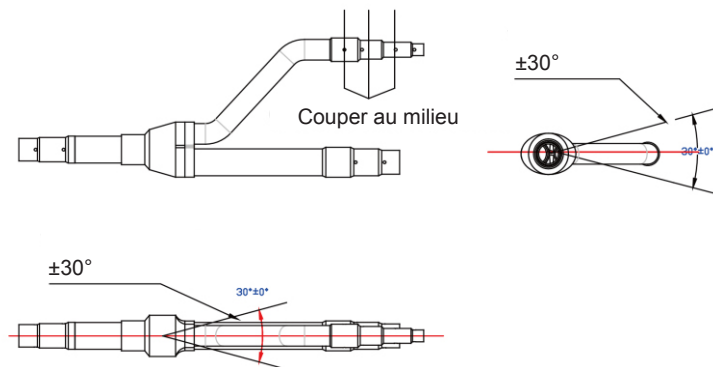

Fig. 20
- (2) Le tuyau de branchement en Y possède plusieurs sections de tuyau de différentes tailles afin de faciliter la connexion avec de nombreux tuyaux en cuivre. Utilisez un coupe-tuyau pour couper la section de tuyau aux dimensions adéquates, puis retirez les bavures. Voir Fig.20.
- (3) Le tuyau de branchement en Y doit être posé verticalement ou horizontalement.